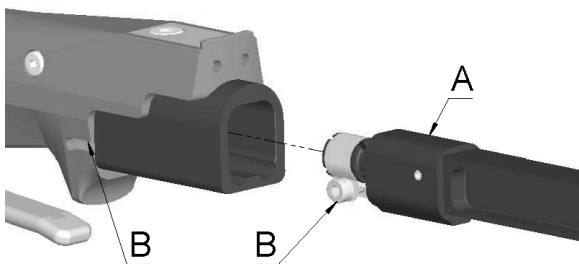

Abb. 5 Klingenhalter montieren Gerät EFA-RZ100
- Klingenhalter (Pos. A Abb.5) bis auf Anschlag in das Gerät stecken. Achtung: Bei diesem Vorgang muß die Schraube (Pos. B Abb.5) gelöst sein.
- Schraube (Pos. B Abb.5) mit mitgeliefertem Drehmomentschlüssel 3 Nm anziehen.